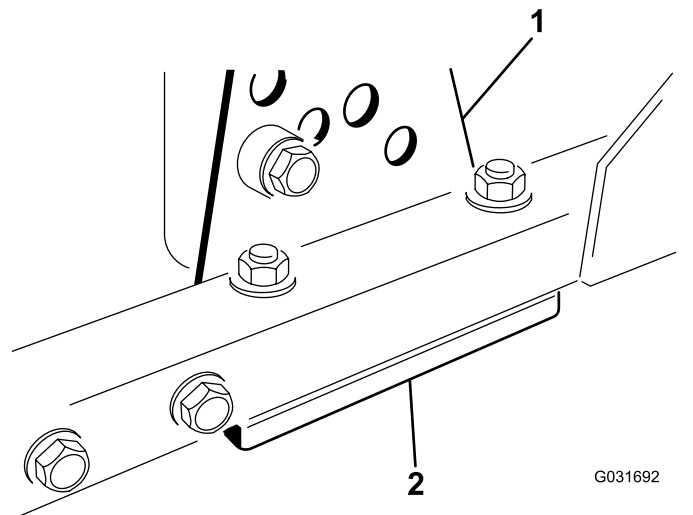

Bild 82
1. Entfernen Sie die Schnitthöhen-Einstellhalterung (vorne, links oder rechts) vom Mähwerkrahmen (Bild 82).
und der Halterung ein, um die gewünschte Schnitthöhe zu erhalten (Bild 82).